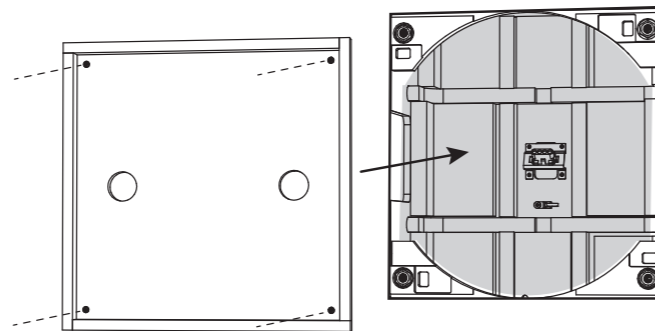

Fig. 5. Drywall Removed from the Aperture, and Cover Installed
2. Na de installatie van de gipsplaat moet u het gat in de gipsplaat voorzichtig uitsnijden met een geschikt handgereedschap, waarbij u de rechthoekige opening van de achterste bus als geleider gebruikt (Fig. 5). Pas op dat u de luidsprekerkabels niet doorsnijdt of dat er hout aan de achterkant zit. Zorg ervoor dat de opening van de gipsplaat niet groter is dan de opening van de achterkant. Verwijder stof of vuil uit de achterste bus.